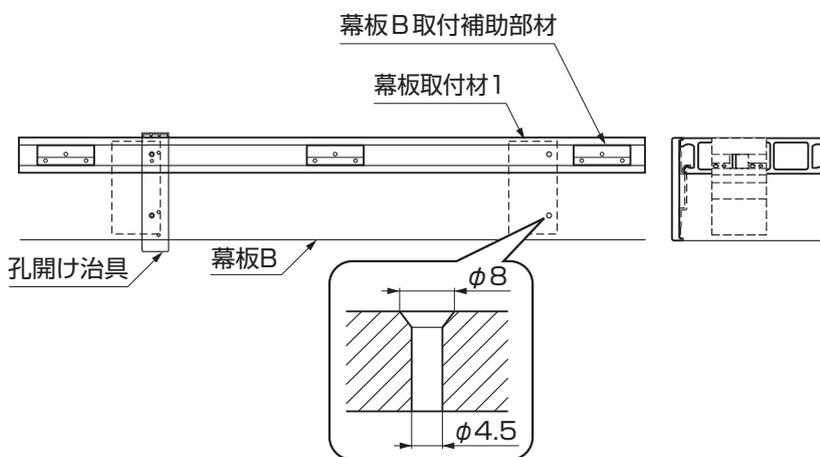

図11-3 幕板の孔あけ
②孔開け治具を使って、幕板取付材1及び幕板取付材2と幕板B取付補助部材が付いている部分に、φ4.5の下孔とφ8サラ取りを幕板Bにしてください。(図11-3参照)